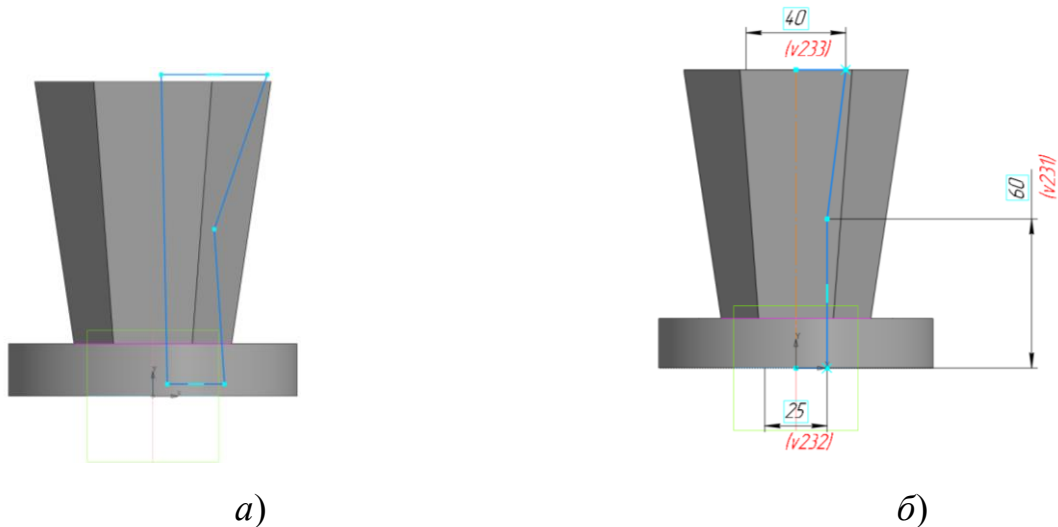

Рис. 22 Эскиз для команды «Вырезать вращением»: а – геометрия эскиза, б – зависимости в эскизе
- **Плоскость XZ – Создать эскиз (рис. 22).**
Для построения эскиза использована команда «Отрезок» (см. рис. 22, а). К примитиву Отрезок применены ограничения: геометрические («Выравнивание» по вертикали и по горизонтали, «Объединить точки») и размерные. Для вертикального отрезка, проходящего через начало координат, изменить тип
линии на Осевую. Это упростит нанесение размеров диаметров цилиндра и усеченного конуса (см. рис. 22, б).
Параметры операции Вырезать вращением: результат операции – вычитание; сечение – Эскиз 5 (рис. 22); ось – ось Эскиза 5 (см. рис. 22); угол поворота – 360^0 .